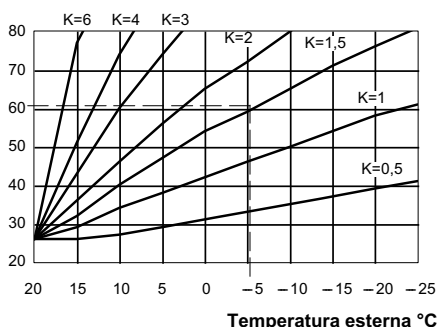
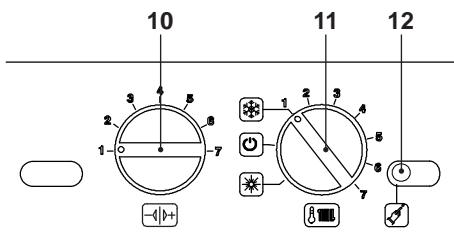

Figura 5.52
Figura 5.53
Es. Per avere una temperatura di mandata all'impianto di riscaldamento di 60°C con una esterna di -5°C si deve settare un K di 1,5 (linea tratteggiata in Figura 5.52).
- Posizionare le manopole 10 e 11 indicato in Figura 5.53.
- Per settare il coefficiente K, determinato dalla Figura 5.52 bisogna entrare in programmazione premendo per 15 secondi il pulsante di ripristino 12, in Figura 5.53 fino alla comparsa del parametro P01 sul display LCD; sul display LCD compare la seguente visualizzazione (la sequenza P01 si alterna a -- -- --).
- Premere il pulsante di ripristino 12, in Figura 5.53, per lo scorrimento dei vari parametri sino al raggiungimento del parametro **P15** valido per il settaggio del coefficiente K; sul display LCD compare a seguente visualizzazione (la sequenza **P15** si alterna a **00**).
ad un massimo di **255** in base alla curva scelta del coefficiente K in Figura 5.52.